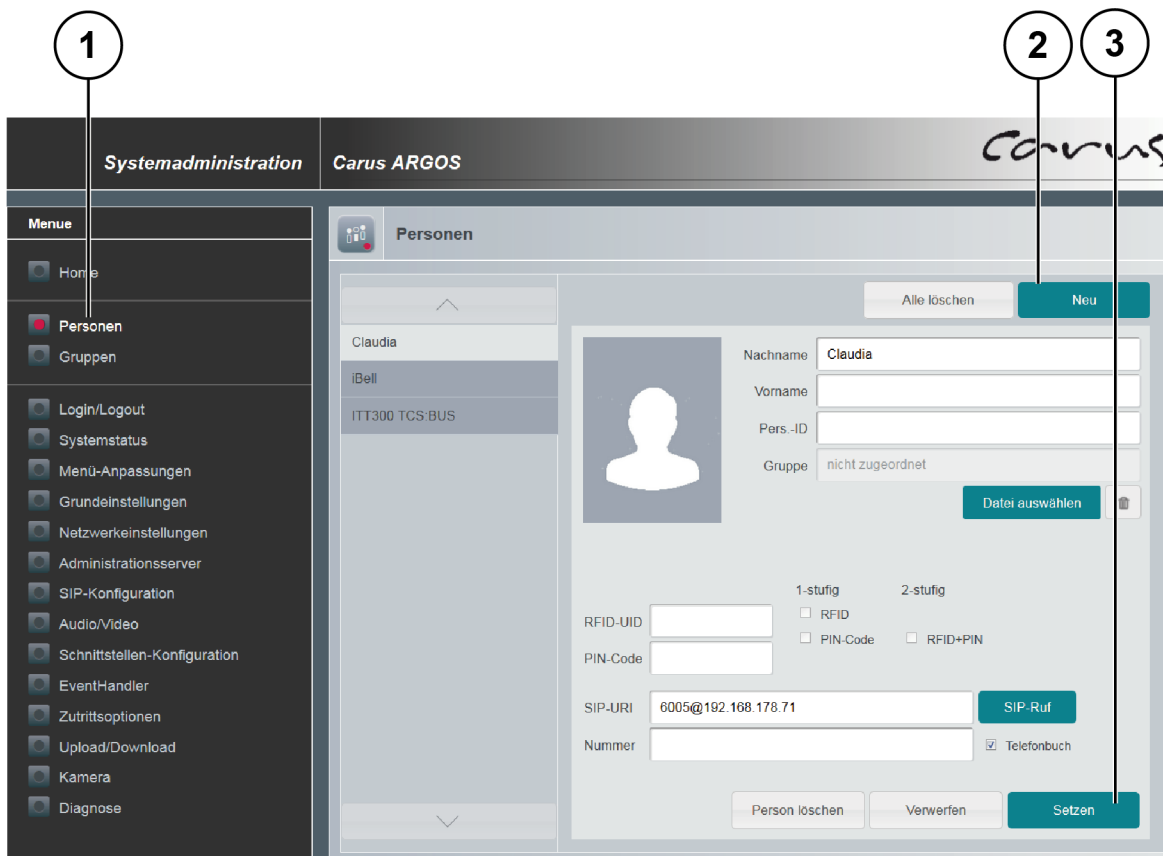

Abb. 25: Benutzer hinzufügen
- ▶ Tragen Sie in die Textfelder die Benutzerdaten ein (Abb. 25).